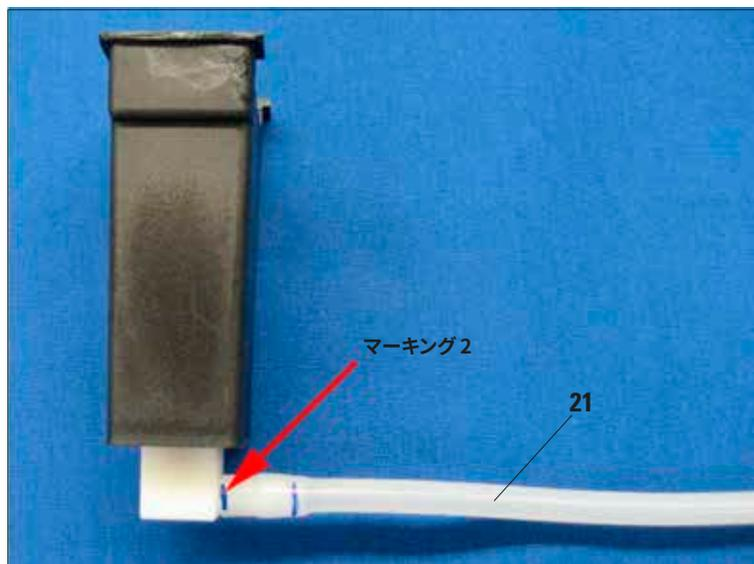

図 26
- 次にホース (21) をコネクタにねじ込むようにして、ホース端部がコネクタ側面に密着するまで押し込みます（図 26）。